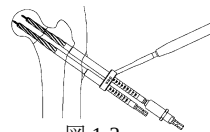

図 1-3
- ステップリーマーをガイドに、パラレルガイドを用いて近位側にガイドピンを刺入し、ステップリーマーにて穴あけを行います。(図 1-3)